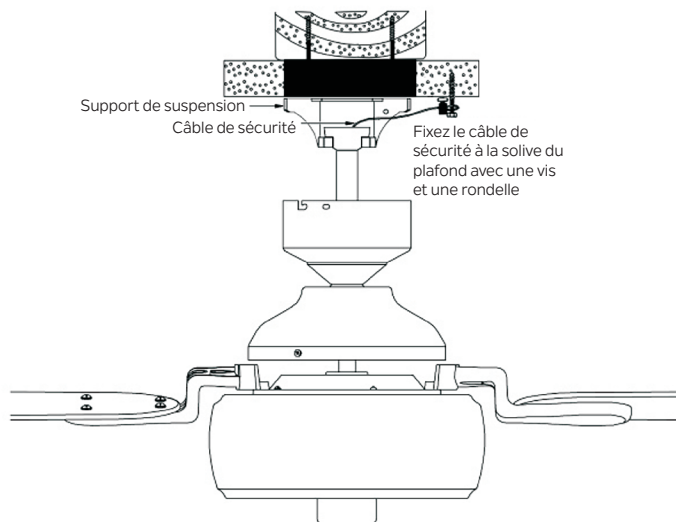

Fig. 14
**Étape 1.** Fixez la vis à bois et les rondelles fournies à la solive de plafond à côté du support de montage, mais ne serrez pas. (Fig. 14)